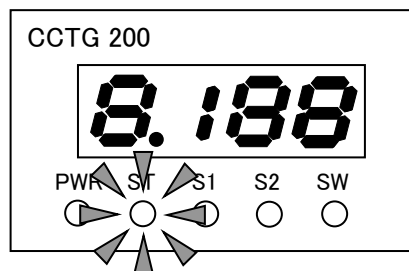

図 10 ワーニング (例)
(図 10 ワーニング (例))
- (1) 圧力が測定範囲よりも高い場合や電極に異常が発生している場合など、アラームが発生した場合には ST 表示灯が赤色点滅して 7 セグ表示灯にエラーコードを表示し、圧力測定が停止します。(図 10 測定停止(例))